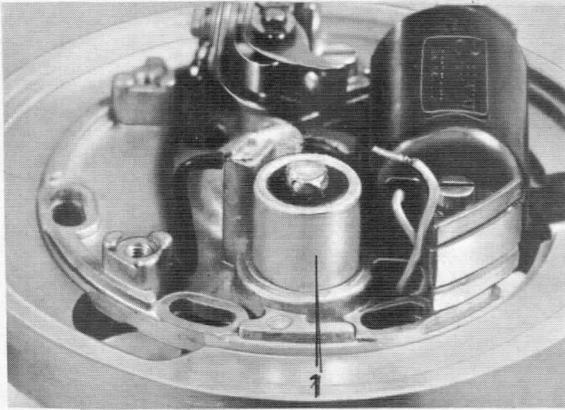

Bild 94
3.2.4.7 Kondensator auswechseln ( Bild 94 )
Unbrauchbaren Kondensator ( Bild 94, Pos. 1 ) herauschlagen.